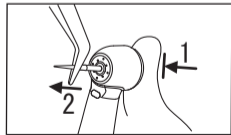

Fig. 8
Appuyez sur le bouton-poussoir pour ouvrir le mandrin (1) et retirez la fraise (2) (Fig. 8).